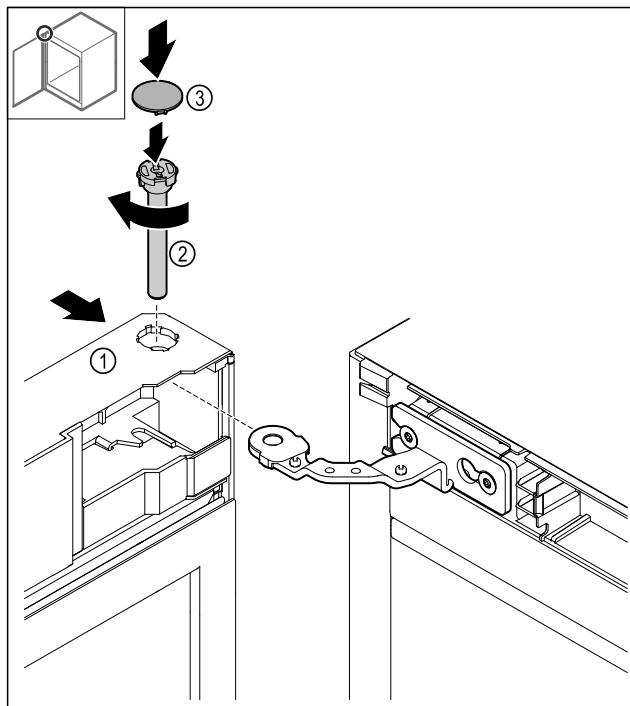

Fig. 44
- Deslizar la puerta Fig. 44 (1) hacia arriba sobre la bisagra.
- Insertar el perno Fig. 44 (2) y girarlo en sentido horario para apretarlo.
- Colocar la cubierta Fig. 44 (4).